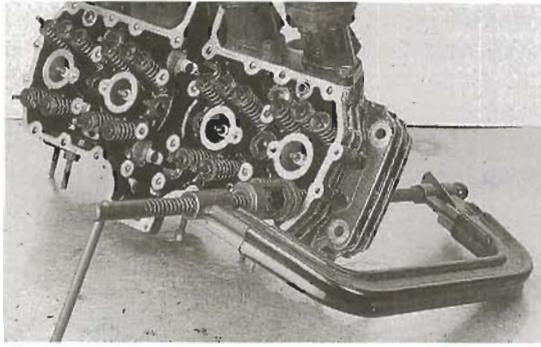

Bild 112
- Ventile mit Ventilfeederhalter ausbauen (Bild 112). Ventilfeeder nur soweit zusammendrücken, bis Ventileile mit Pinzette oder Magnetheber entfernt werden können oder herausfallen. Teile nicht mischen und so aufbewahren, dass sie in ursprünglicher Einbaulage wieder montiert werden können!
- Federteller aufsetzen und mit Ventildederspanner Federn soweit zusammendrücken, dass Ventilkeile eingesetzt werden können (Bild 112).